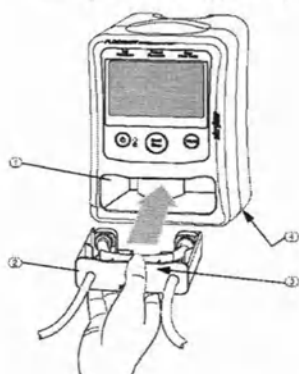

рис. 5-4 Введение кассеты
5. Вставьте кассету в устройство. При введении придерживайте помпу. Для удобства вставляйте кассету 2 придерживая ее за внешний край и снизу 4 одной рукой (см. рис. 5-4)